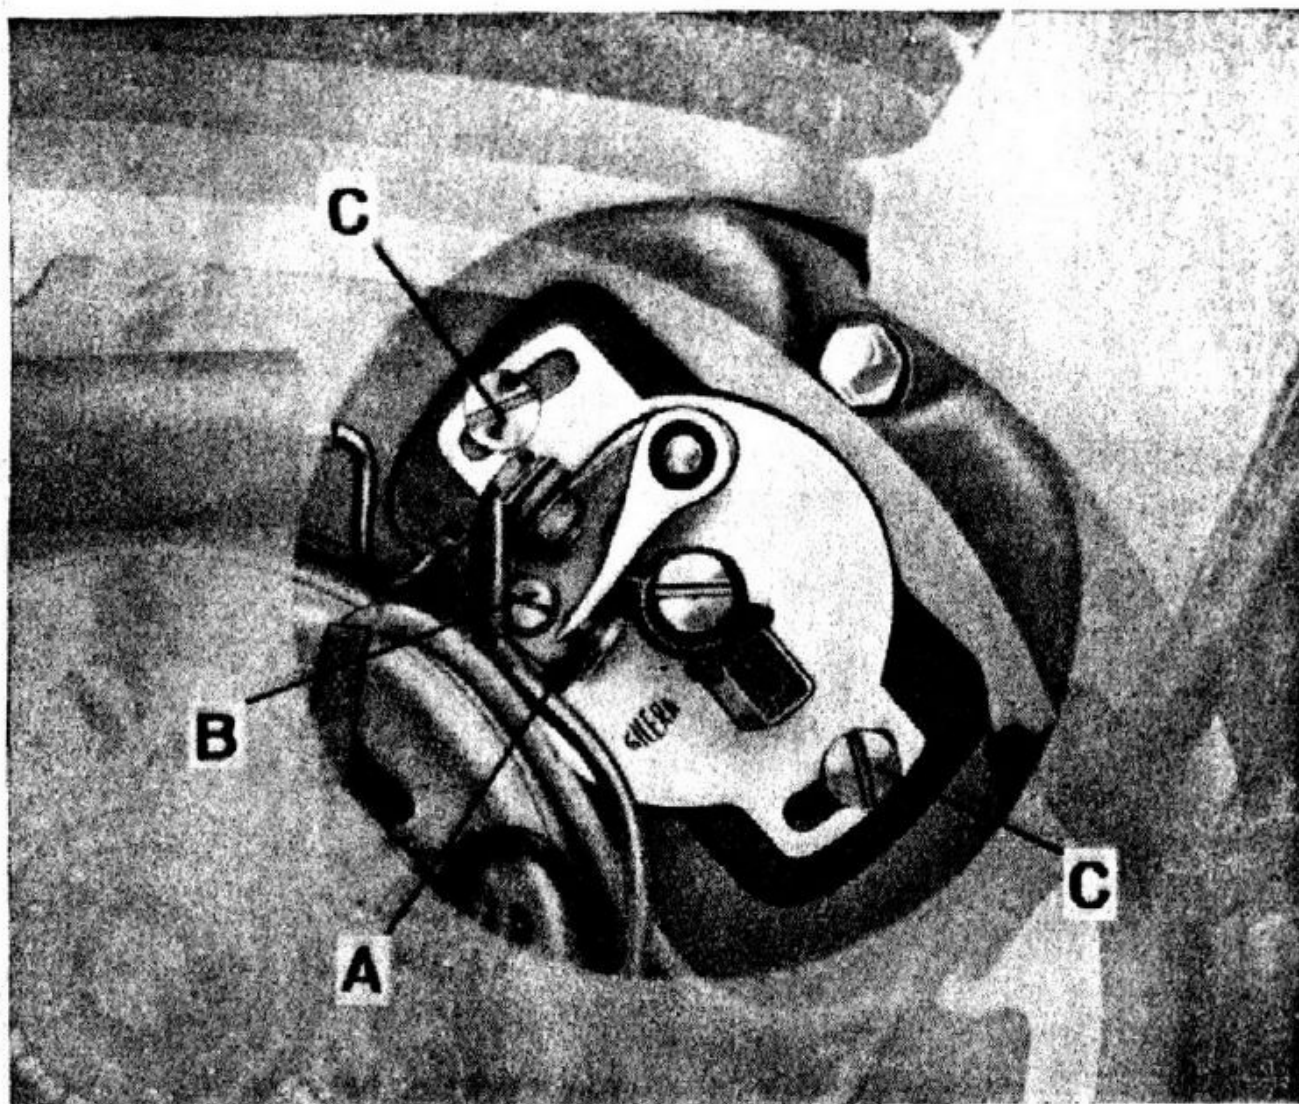

Fig. 13
5. Registrare il ruttore (vedi fig. 13).